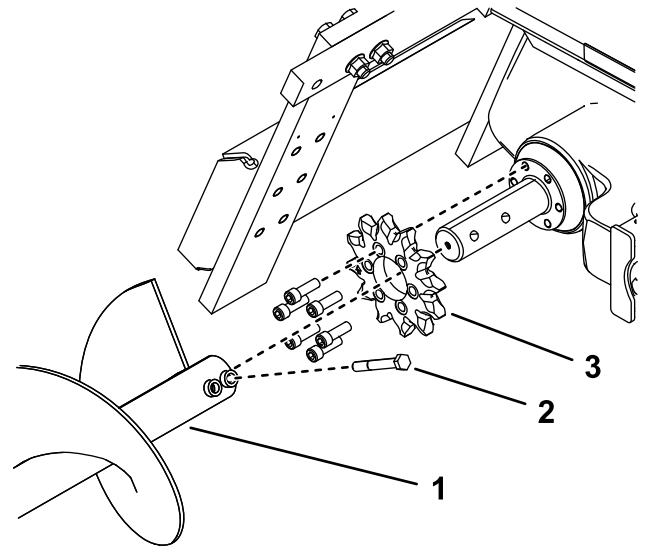

图 15
4. 拆下弃土螺旋钻 图 15。
9. 拆下固定驱动链轮的 6 个螺栓 图 15。
10. 拆下并丢弃驱动链轮 图 15。
12. 将新链轮滑到轴上如 图 15 所示。
13. 用手将 6 个螺栓拧紧到链轮上 图 15。